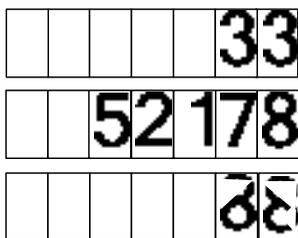

Рисунок 27
12.5 При выборе пункта 4 (**просмотр общих итогов за период по видам топлива**) необходимо указать период и выбрать вид топлива как описано выше. На табло ТРК будут отображаться итоги по видам топлива по всем картам (рисунок 27). Кнопками  или  производится переход по видам топлива.